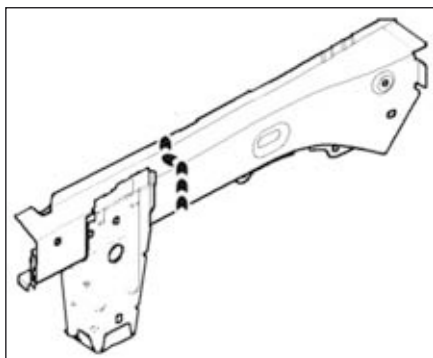

FIG.8
- Souder par cordon MAG (Fig.8).